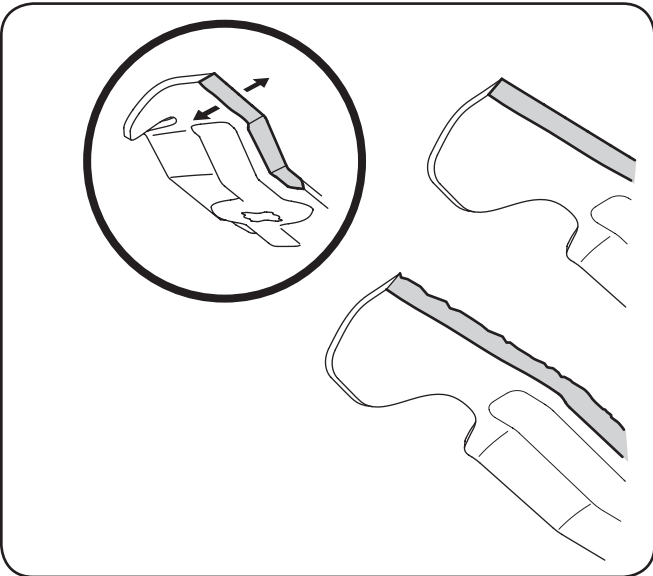

Figure 7-4
3. Pour aiguïser les lames, éliminez la même quantité de métal des deux extrémités sur le côté tranchant. Aiguïsez le bord tranchant sur toute sa longueur, parallèlement au bord arrière, soit à un angle de 25° à 30°. Il est essentiel d'aiguïser les tranchants de façon égale pour conserver une lame bien équilibrée. Voir la Figure 7-4.